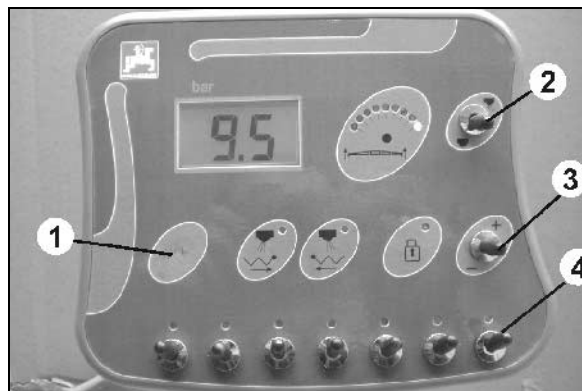

Fig. 2
3. Conectar (Fig. 2/1) **AMASET+**
6. (Fig. 2/3) accionar **+** / **-** hasta que el indicador visualice una presión de rociado de 4 bar.
- o Cerrar un ancho parcial mediante el interruptor para anchos parciales (Fig. 2/4) . La presión de rociado ajustada se altera en el indicador de presión de rociado.